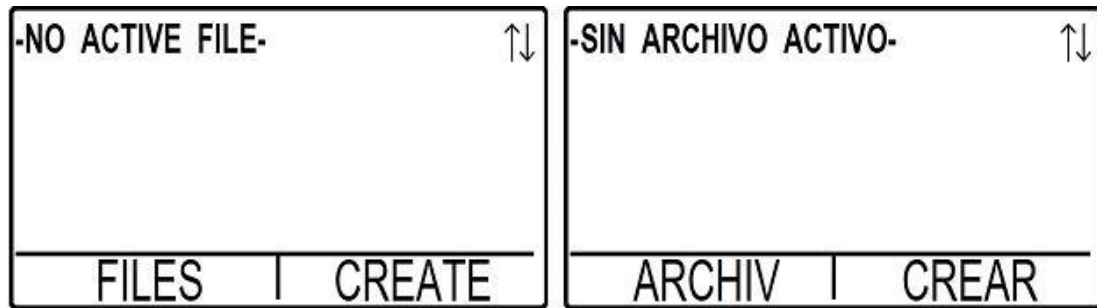

Figura 43: Pantalla inicial de la Memoria Interna.
- a) Presione la tecla  tres veces para mostrar la pantalla inicial de la Memoria Interna; entonces la pantalla aparecerá como se muestra en la Figura 43. Mediante esta pantalla Usted puede entrar a la lista de archivos que se encuentran guardados en la Memoria Interna, y también le permite entrar a la pantalla para iniciar con la generación e identificación de un archivo.